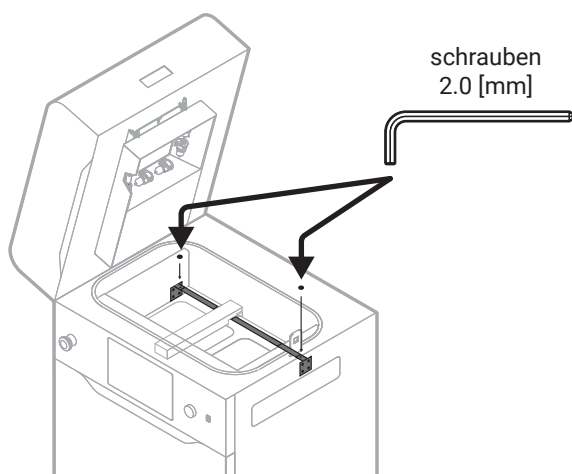

Abb. 17 Festschrauben des Strips.
10. Indem Du den 2 mm Inbusschlüssel verwendest, schraube den Recoater Strip mit zwei M3x6 Schrauben an beide Winkeln vor (Abb. 17).